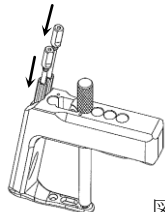

図4
- 4) セットアップした遠位ドリルスリーブに、遠位ガイドピンスリーブを組み付けます。(図4)